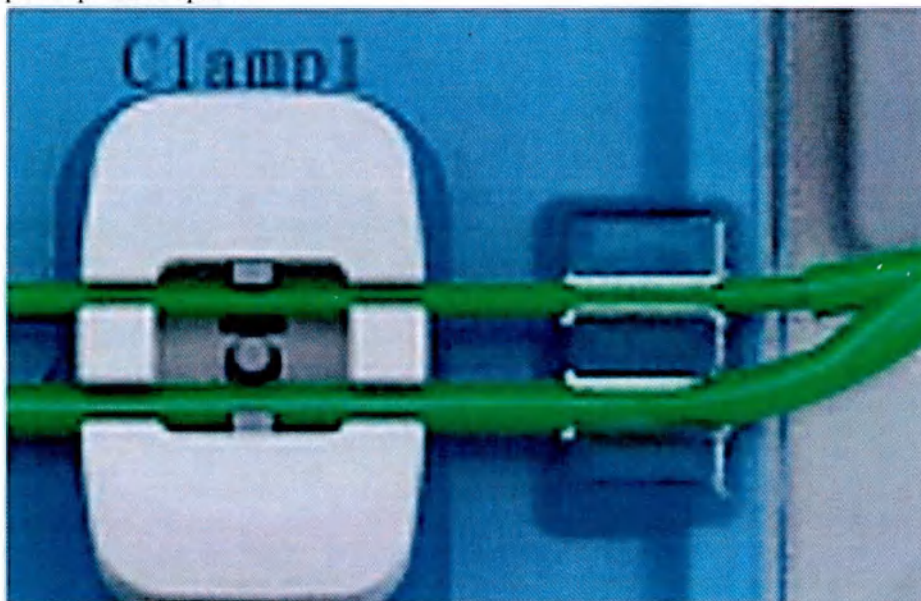

Рис. 6-20. Установка переключателя магистралей
- d) Нажмите на фильтр (при демонтаже в противоположную сторону); направление установки фильтра должно быть таким, чтобы нижняя часть входила внутрь, а верхняя выходила наружу, как показано на рис. 6-20;
На рис. 6-20 показана конфигурация селектора магистралей. Имеется запорный клапан, который возможно перемещать вверх и вниз. Соответственно магистрали размещаются вверх и вниз запорного клапана. Когда запорный клапан находится в среднем положении, верхняя и нижняя магистрали находятся в открытом состоянии; когда запорный клапан перемещается кверху, верхняя магистраль блокируется, а нижняя находится в открытом состоянии; когда запорный клапан перемещается к нижнему концу, нижняя магистраль блокируется, а верхняя магистраль открыта.
- а) Установите магистраль в зажим 1 в соответствии с рис. 6-20, обратите внимание на размер магистрали;
- б) Установите магистраль в зажим 2 в соответствии с рис. 6-20, обратите внимание на размер магистрали.
После завершения установки комплекта магистралей нажмите кнопку «Next (Далее)», экран установки комплекта магистралей выглядит, как показано на рис. 6-20. Установка комплекта магистралей для всех режимов НПЗТ одинакова. Пример установки комплекта для ПВВГДФ.